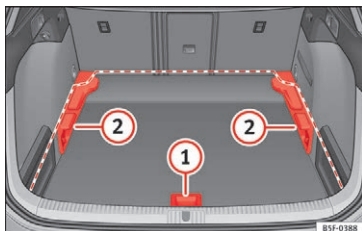
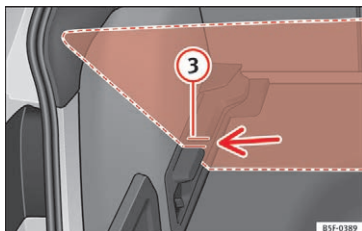

Fig. 181 Variabel bagagerumsbund: positioner
Fig. 182 Variabel bagagerumsbund: skrå føringer
- Løft bagagerumsbunden i grebet »» Fig. 181 ①, og træk den så langt tilbage, at den forreste del ligger helt over føringerne ②.
- Flyt herefter bagagerumsbunden helt frem til bagsæderyglænet, og sænk bagagerumsbunden via grebet ①.
- Stik den forreste del i den nederste slids på disse holdere, og skub bagagerumsbunden fremad, indtil den ligger an mod bagsæderyglænet. Sænk samtidig bagagerumsbunden via grebet ①.
- Løft bagagerumsbunden i grebet »» Fig. 181 ①, og træk den så langt tilbage, at den forreste del af bagagerumsbunden ligger over de skrå føringer »» Fig. 182 ③.
- Flyt nu bagagerumsbunden over disse føringer ① og hen til bagsæderyglænet ved hjælp af grebet, så bagagerumsbunden slutter med at hvile på føringerne.